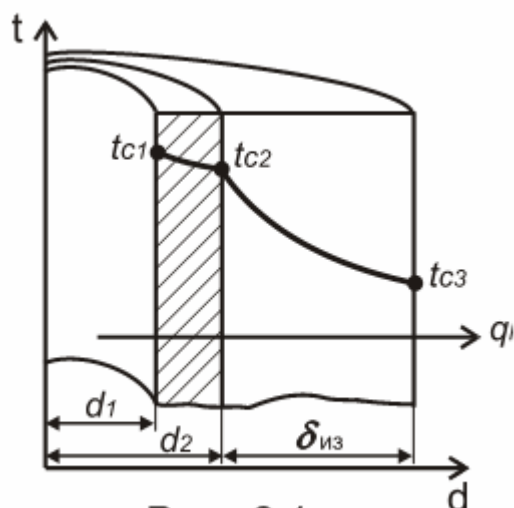

Рис. 2.1
5. Стальной трубопровод горячей воды диаметром $d_1/d_2 = 190/200$ мм покрыт слоем изоляции толщиной $\delta_{из} = 50$ мм (рис. 2.1), коэффициент теплопроводности трубы $\lambda_1 = 50$ Вт/м·К, изоляции $\lambda_2 = 0,08$ Вт/м·К. Температура на внутренней поверхности трубы $t_{c1} = 150$ °С, а на наружной поверхности изоляции $t_{c3} = 50$ °С. Найти тепловые потери с 1 м трубопровода и температуру на границе соприкосновения изоляции и трубопровода.